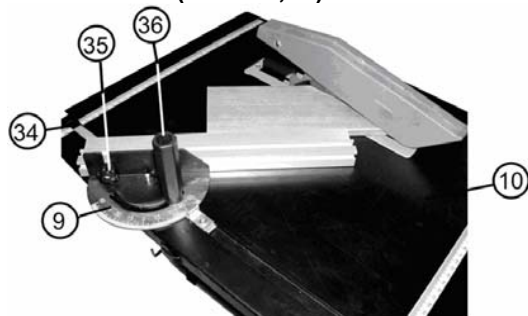

Рис.7
10.6.1. Установите упор для косого и поперечного пиления (9) в паз (34) рабочего стола (10), Рис.7.
10.6.2. Ослабьте два винта (35), установите направляющую (8) в зависимости от высоты заготовки. Закрепите винты (35), Рис.7.
10.6.3. Поверните ручку (36) против часовой стрелки, ослабьте фиксацию упора для косого и поперечного пиления (9). Поворотом упора для косого и поперечного пиления (9) вокруг оси по шкале транспорта установите требуемый угол пиления. Поворотом ручки (36) по часовой стрелке зафиксируйте положение упора для косого и поперечного пиления (9), Рис.7.
11.3. Комбинированное пиление (Рис.7,8,9)